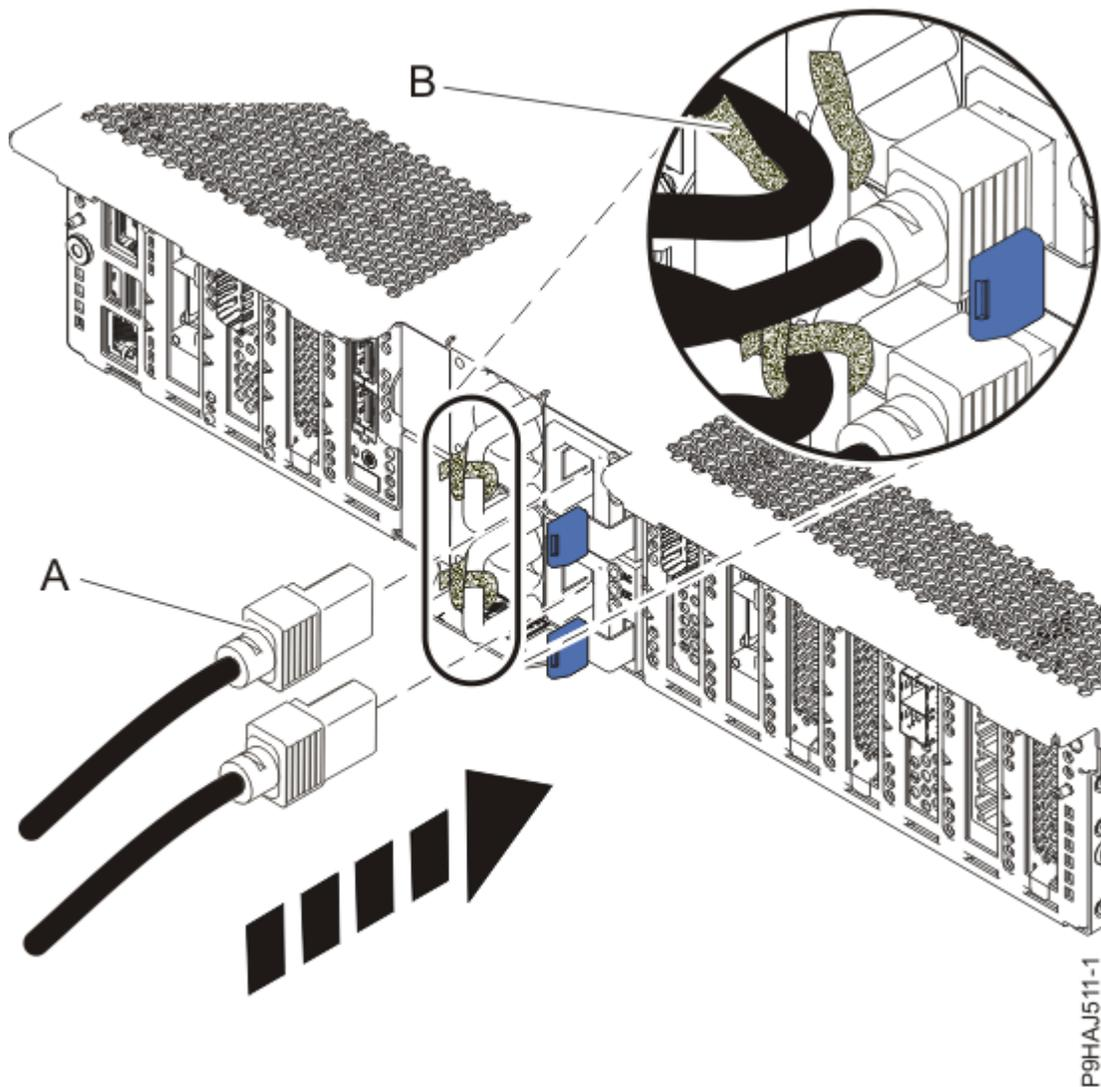

Figura 67. Ligar os cabos de alimentação
7. Através da utilização dos rótulos, volte a ligar os cabos de alimentação **(A)** à unidade de sistema. Fixe os cabos de alimentação ao sistema ao utilizar as presilhas **(B)** conforme apresentado em Figura 67 na página 73.